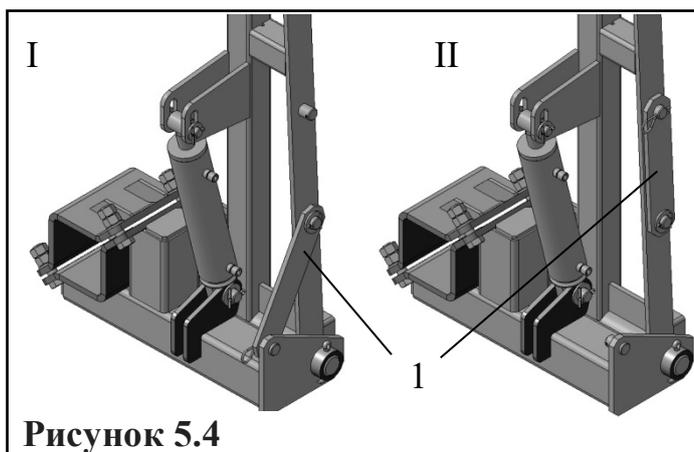

Рисунок 5.4
Для перевода маркеров из транспортного в рабочее положение необходимо переставить распорку (1) (рис.5.4) из положения I (при транспортировании) в положение II (в работе).